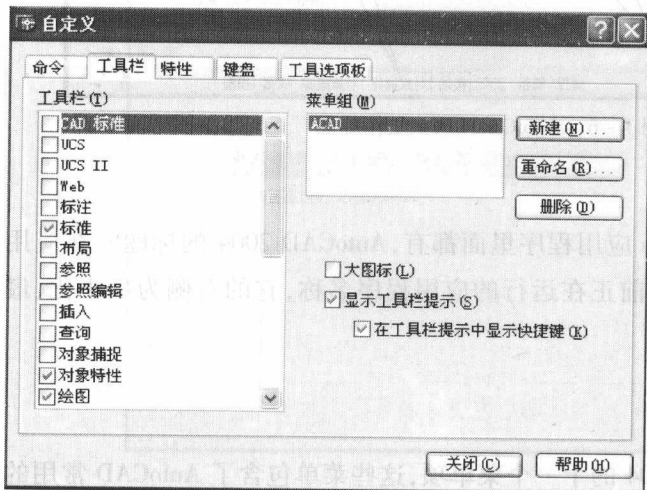

图 1-7 “自定义”对话框
- (1) 通过执行菜单“视图—工具栏”命令,弹出如图 1-7 所示的“自定义”对话框。
- (3) 在命令行输入 toolbar 命令,弹出如图 1-7 所示的“自定义”对话框。